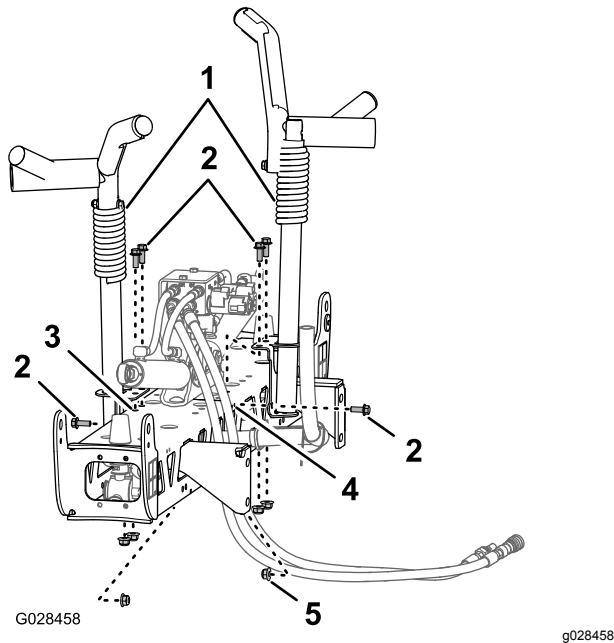
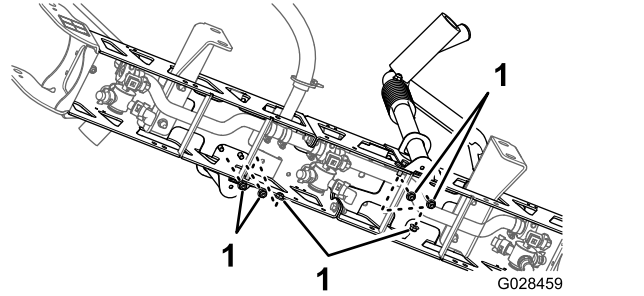

Figure 37
Figure 38
2. Alignez les berceaux de transport de rampe sur la section de rampe centrale (Figure 37).
3. Montez les berceaux sur la section de rampe (Figure 37 et Figure 38) à l'aide de 6 boulons ( $\frac{3}{8}$ " x 1") et de 6 contre-écrous à embase ( $\frac{3}{8}$ "